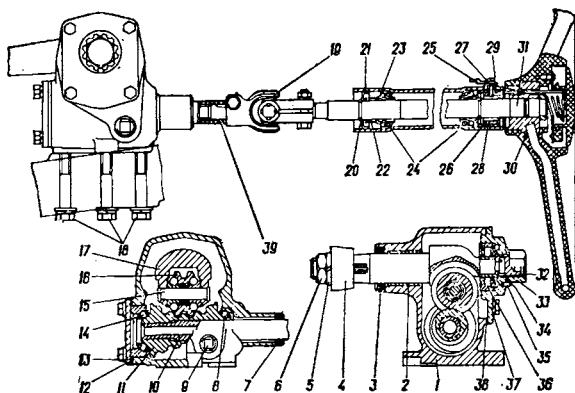

Рис. 90. Рулевой механизм:
**Рулевой механизм.** Картер 1 (рис. 90) рулевого механизма крепится к левому лонжерону рамы тремя болтами 18 из хромистой стали. Рабочей парой рулевого механизма является гло-
Регулировку затяжки подшипников червяка производите с помощью прокладок 13 (рис. 90), установленных между картером и нижней крышкой картера рулевого механизма, в такой последовательности:
3. Отверните колпачковую гайку и снимите стопорную шайбу 34 (рис. 90) со штифта 35.